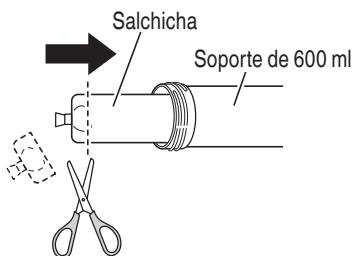

Fig. 21
(2) Coloque la salchicha en el soporte de 600 ml y corte la parte cerrada de la punta. (Fig. 21)